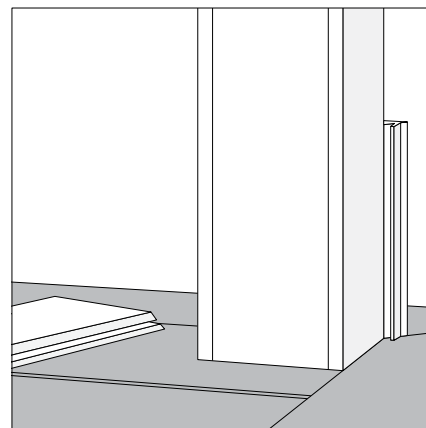

Fig. 4b
- Coloque la primera pieza contra la columna exterior KLEERWrap (**Fig. 4b**).